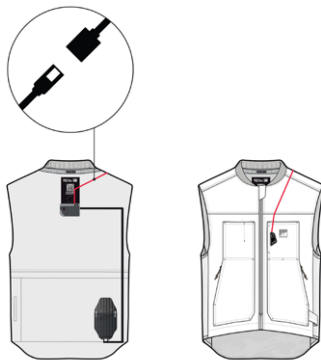

Figura 16
1. Acceda a la Unidad de Control Electrónico (3) presente en el bolsillo situado en la parte posterior del Sistema. Para acceder al bolsillo, abra el chaleco utilizando la cremallera y los parches autoadherentes presentes en la parte interior del chaleco.
2. Desconecte el cable que alimenta la pantalla LED (2), indicado en la figura 16 .